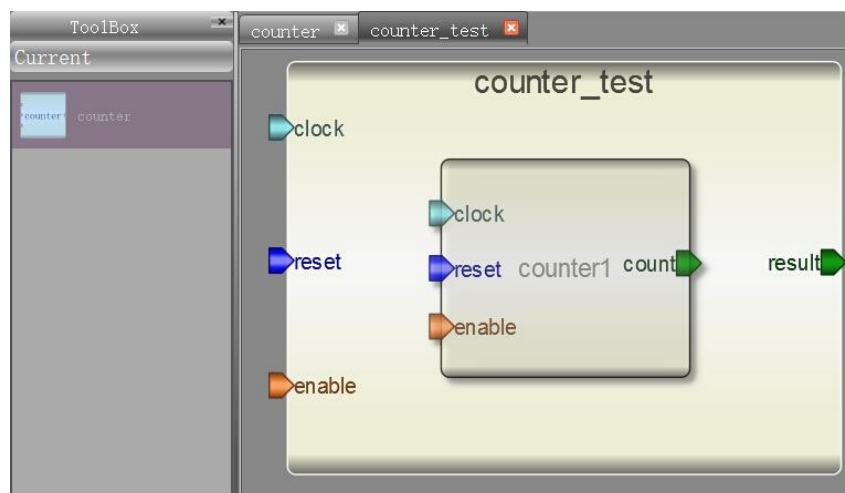

图 2-2-9 添加模型
(3) 另存为测试文件。点击工具栏  图标，将测试文件保存到 counter 模型所在的文件夹下。
(4) 加入模型。在 Toolbox 工具箱的 Current 栏里，会出现一个 counter 模型，单击该模型并在 counter_test 上添加，如图 2-2-9 所示。